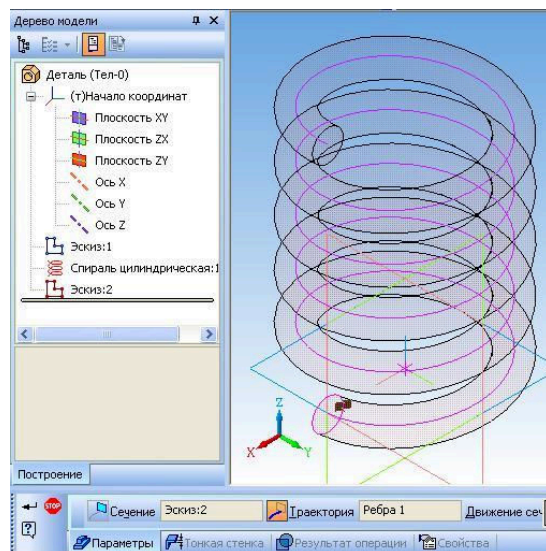

Рис. 6.
5. Выберите пункт меню *Операции – Операция – Кинематическая*. В *дерево построений* выберите пункт *Спираль цилиндрическая 1* (рис. 6) и нажмите кнопку **Создать объект** .